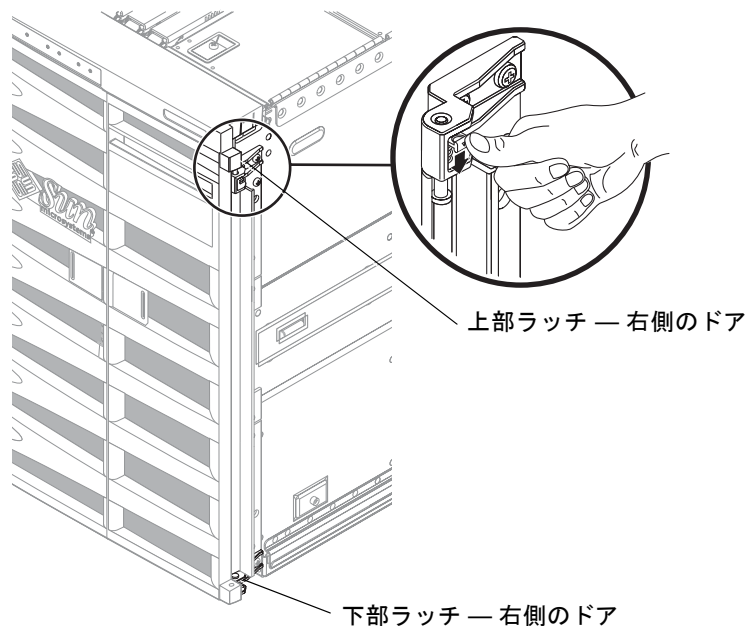

図 2-4 正面ドアのラッチの解除
1. 片方の手で左側のドアを支えながら、緑色の下部ラッチから出ているねじの位置に合わせます。緑色のラッチを下に押し、ドアをねじに正しく配置します (図 2-4)。